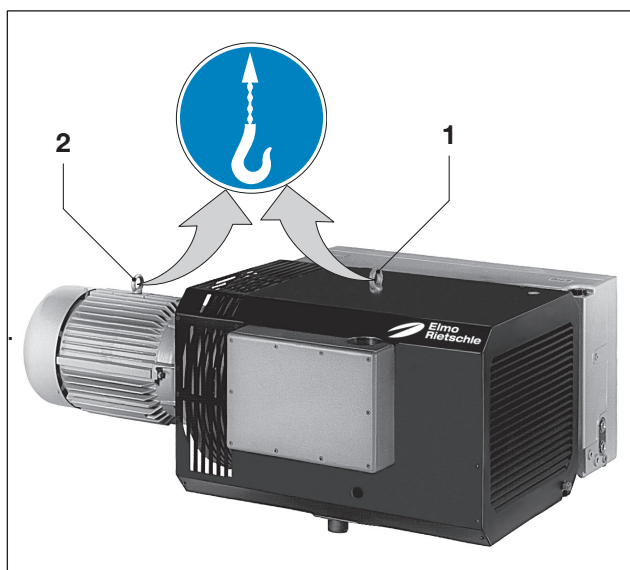

Fig. 1 Lyfta och transportera
- För att lyfta och transportera maskinen ska den hängas upp i ringskruven på pumphuset (Fig. 1/1) och motorhuset (Fig. 1/2) med ett lyftdon. Om den senare saknas ska motorn lyftas med en remslinga